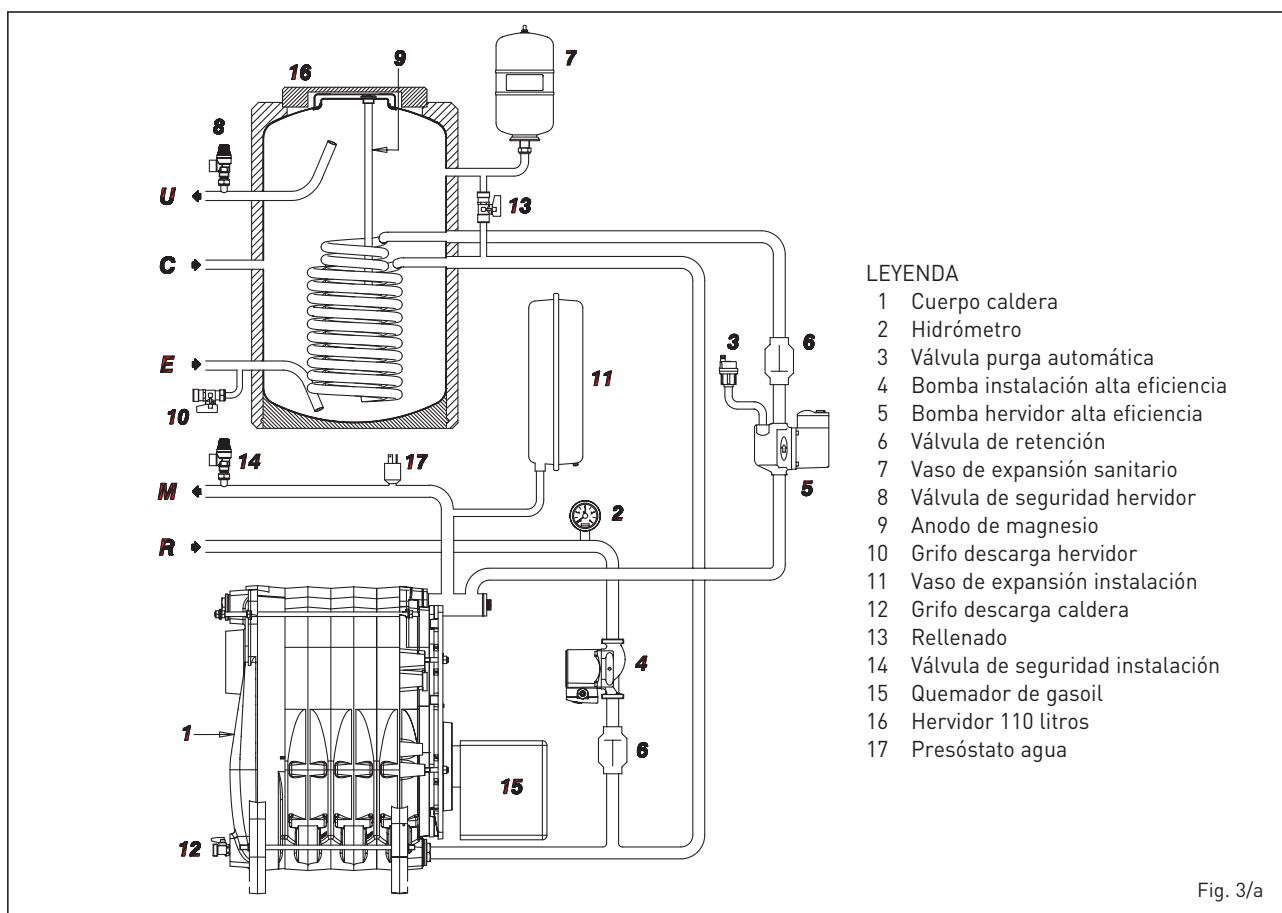

Fig. 3/a
1.5.1 Versión “AQUA 25-35” (fig. 3)
1.5.2 Versión "AQUA INOX 25-35" (fig. 3/a)